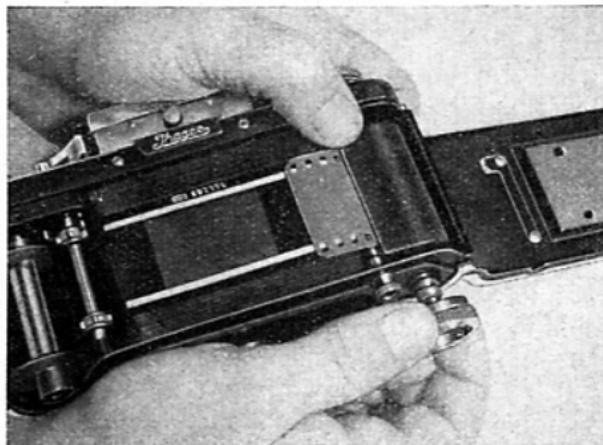

Abb. 41
Rückspulen beendet ist, dreht sich die Aufwickelachse nicht mehr. Wenn der Druckstift (7) in die ursprüngliche Stellung zurückgefedert ist, ist die Kamera wieder für den üblichen Vorwärtstransport des Films eingestellt. Die EXAKTA Varex wird geöffnet (siehe Abschnitt A) und die Patrone mit dem belichteten Film nach Herausziehen des Rückspulknopfes (37) (siehe Abb. 41) der Kamera entnommen. Der Rückspulknopf (37) wird am äußeren Ring wieder an die Kamera angedrückt.